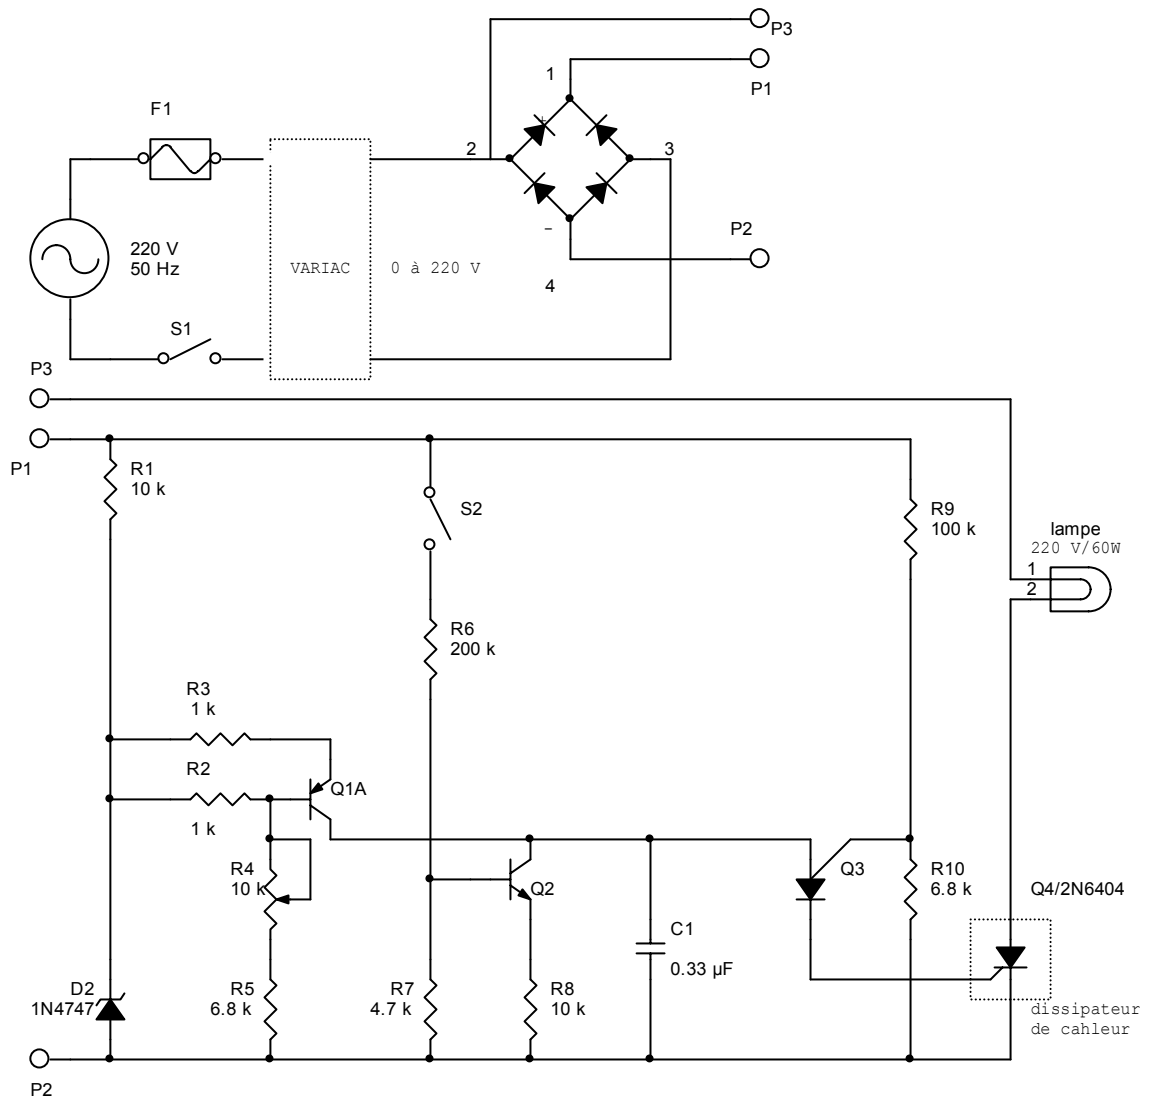

Figure 1-1 : Régulateur de tension efficace.
7. montez le circuit apparaissant à la figure 1-1 en plaçant le potentiomètre R4 en position centrale.
15. Sur la figure 1-1, retracez en vert la partie qui constitue l'oscillateur à relaxation.
16. Sur la figure 1-1, retracez en vert la partie qui constitue le circuit de puissance.